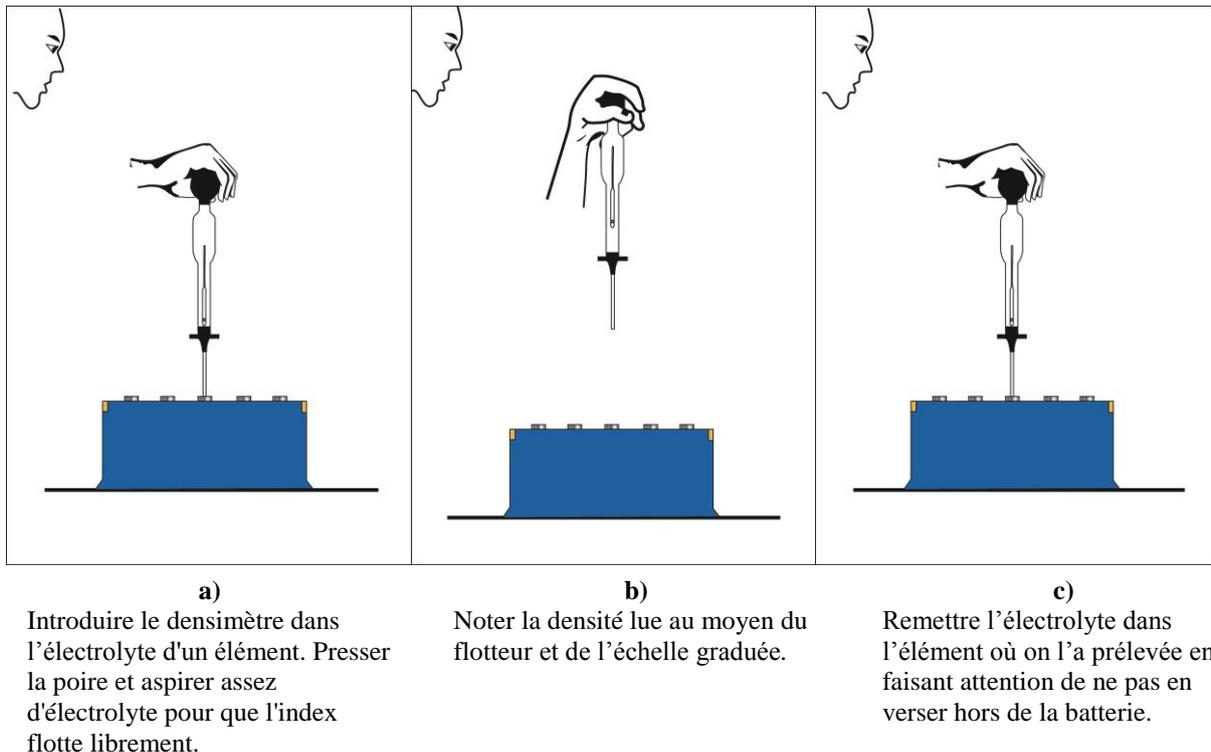

Figure 5-1 : Procédure de mesure de la densité d'électrolyte.
- 4) Mesurer la densité de chaque élément (cf. figure 5-1)